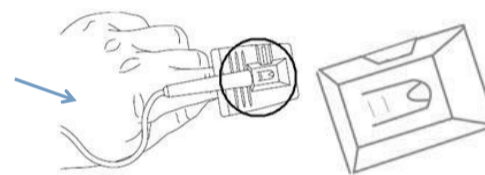
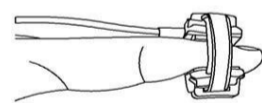

Figura 2 Sensore da dito in gomma
Figura 4 (A/B) Sensore di tipo Y su dito/pianta del piede
3. Per il sensore SpO₂ da dito in gomma per adulti, inserire un dito (preferibilmente il dito indice, ma si possono utilizzare anche il medio o l'anulare, a condizione che le unghie siano della lunghezza appropriata) nel sensore secondo il simbolo sulla parte superiore del sensore, come mostrato nella Figura 2. Si prega di notare che il dito deve essere inserito abbastanza in profondità per far sì che la luce emessa dall'optosensore (da un lato del sensore di tipo Y) si trasmetta attraverso l'osso del dito per la dispersione della luce prima di raggiungere la parte ricevente del sensore di tipo Y.
4. Il sensore SpO₂ Universale di Tipo Y con fascia in gomma può essere avvolto attorno un dito o alla pianta del piede (specialmente per le misurazioni su neonati). Questo sensore viene mostrato nella figura 2 nel suo stato aperto, la fascia di gomma può essere rimossa dal sensore di Tipo Y per la pulizia, il sistema di fissaggio della fascia può essere regolato per allineare il sensore e garantire una corretta aderenza. Posizionare il sensore a Y nella sua sede all'interno della fascia aperta prima di avvolgerla intorno al dito o alla pianta del piede. Quando viene utilizzato su un dito, inserire il dito all'interno della fascia in modo che si trovi tra i due lati del sensore di tipo Y, quindi avvolgere la fascia attorno al sensore come mostrato in Figura 4(A). Quando viene utilizzato sulla pianta del piede, posizionare la pianta all'interno della fascia, quindi avvolgerla attorno al piede e stringerla con la forza adeguata come mostrato in Figura 4(B); si raccomanda vivamente di utilizzare garza autoadesiva per assicurare il cavo del sensore in prossimità del sito di misurazione, in modo da evitare movimenti tra il sensore e l'area misurata e garantire una maggior qualità del segnale.